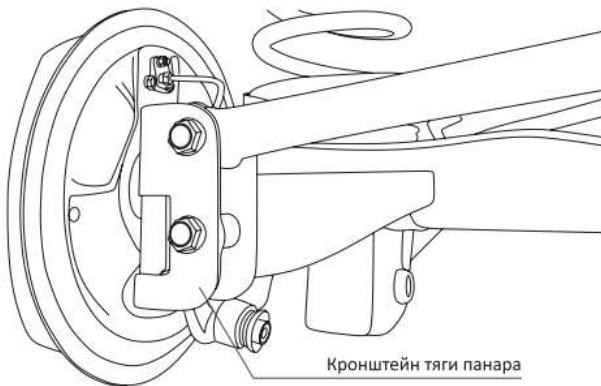

Рис. 6
12. Установите кронштейн тяги панара (из комп. – 10) на стандартный кронштейн (Рис. 6).